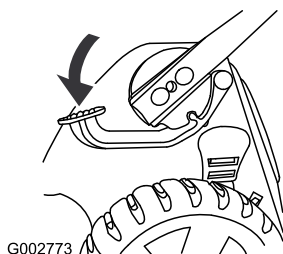

Bild 38
1. Treten Sie auf das Pedal und halten Sie es gedrückt (**Bild 38**).